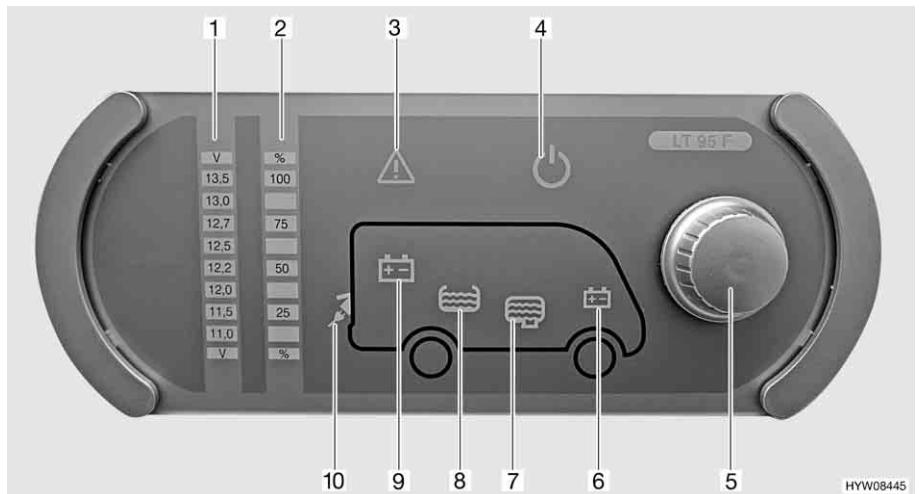

Fig. 74 Pannello di controllo (LT 95)
Il pulsante a rotazione (Fig. 74,5) inserisce o disinserisce il pannello di controllo e l'alimentazione a 12 V dell'abitacolo.
- Premere il pulsante a rotazione (Fig. 74,5): L'alimentazione a 12 V dell'abitacolo è inserita. La spia di controllo a 12 V (Fig. 74,4) diventa verde.
- Premere il pulsante a rotazione (Fig. 74,5): L'alimentazione a 12 V dell'abitacolo è disinserita. La spia di controllo a 12 V (Fig. 74,4) si spegne.
Mediante il pulsante a rotazione (Fig. 74,5) si possono interrogare sia la tensione della batteria dell'abitacolo che la tensione della batteria di avviamento. La tensione viene visualizzata sulla scala indicatore per la tensione della batteria (Fig. 74,1).
- Ruotare il pulsante a rotazione (Fig. 74,5), finché si accende il simbolo della batteria della quale deve essere interrogata la tensione.
Viene indicata la tensione della batteria dell'abitacolo (Fig. 74,9)
Viene indicata la tensione della batteria di avviamento (Fig. 74,6)
- Leggere la tensione sulla scala indicatore della tensione della batteria (Fig. 74,1).
Mediante il pulsante a rotazione (Fig. 74,5) si possono interrogare sia il livello del serbatoio dell'acqua che il livello del serbatoio delle acque grigie. Il livello viene visualizzato sulla scala indicatore livello dei serbatoi (Fig. 74,2).
- Ruotare il pulsante a rotazione (Fig. 74,5), finché si accende il simbolo del serbatoio del quale deve essere interrogato il livello.
Viene indicato il livello del serbatoio dell'acqua (Fig. 74,8)
Viene indicato il livello del serbatoio delle acque grigie (Fig. 74,7)
- Leggere il livello sulla scala indicatore del livello serbatoio (Fig. 74,2).
La spia luminosa Alarm (Fig. 74,3) lampeggia non appena i valori limite fissati vengono superati per eccesso o per difetto.
La spia luminosa Alarm (Fig. 74,3) lampeggia non appena la tensione della batteria scende al di sotto di 11 V. Se l'alimentazione a 12 V è accesa, si accende anche il relativo simbolo della batteria (Fig. 74,6 o 9), e l'indicatore "11,0" sulla scala indicatore della tensione della batteria (Fig. 74,1) lampeggia. Rischio di uno scaricamento totale della batteria.
La spia luminosa Alarm (Fig. 74,3) lampeggiava ed il relativo simbolo del serbatoio (Fig. 74,7 o 8) si accende non appena il serbatoio dell'acqua è vuoto o il serbatoio delle acque grigie è pieno.
La spia di controllo a 230 V (Fig. 74,10) si accende quando all'ingresso della centralina elettrica è presente una tensione di rete.